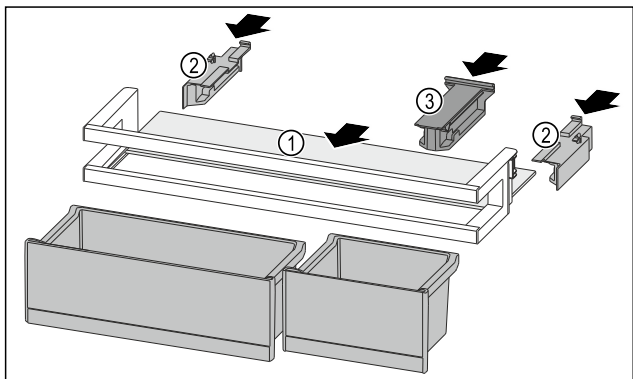

Fig. 122
- ▶ Odlagalno polico Fig. 122 (1) vstavite v stranske utore.
- ▶ Vstavite stranske dele Fig. 122 (2).
- ▶ Vstavite držalni del Fig. 122 (3).